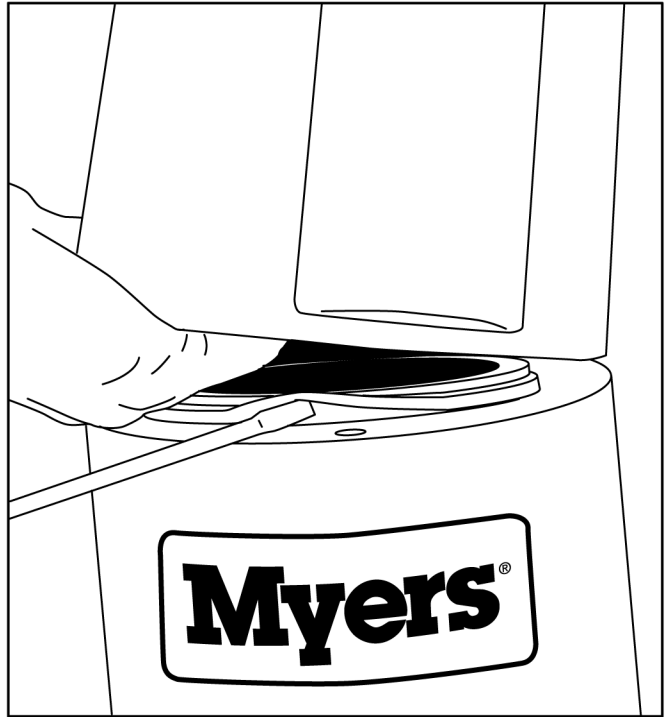

FIG. 12
5. Vuelva a colocar la caja del condensador, verifique que la junta tórica de caucho esté en su lugar. Fig. 12